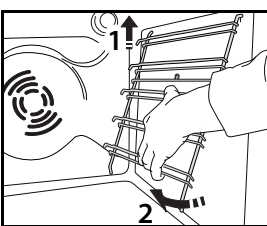

Fig.5
2. Fjern ribberne ved at løfte dem (1) og dreje dem (2) som vist i Fig.5.